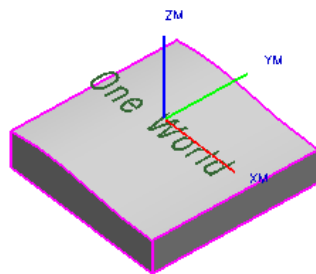

图 4.9.8 显示部件几何体
Step2. 显示部件几何体。在“轮廓文本”对话框 **几何体** 区域中单击“显示”按钮 ，在图形区中显示部件几何体，如图 4.9.8 所示。